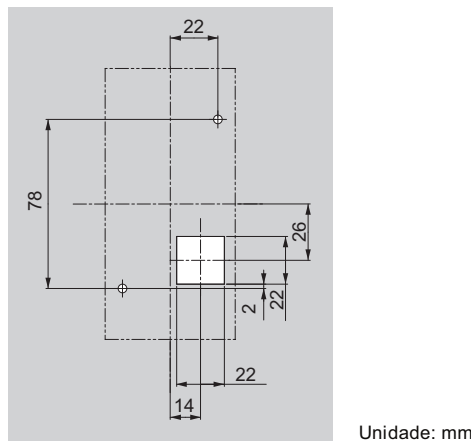

Figura 2.8 Dimensões de corte do painel (instalação de montagem externa/na superfície)
1. Corte uma abertura no painel do gabinete para o monitor de LED conforme mostrado na Figura 2.8.